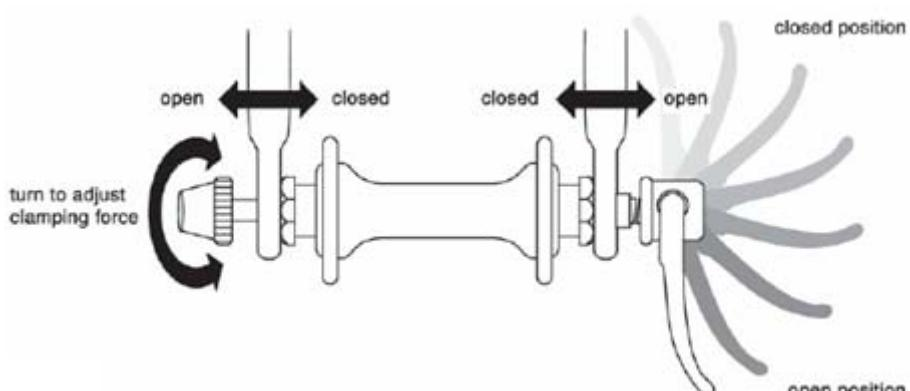

Рис.5
Эксцентриковые зажимы колес используют кулачковый привод для фиксации колеса без инструментов (См. рис.5). Поскольку силу зажима эксцентриков можно регулировать, важно, чтобы Вы понимали механизм их действия, способы их правильного использования, а также чувствовали усилие, которое Вам необходимо приложить для надежного закрепления колеса.
- (3) Придерживая рычаг эксцентрика в положении «Open» (Открыто) одной рукой, другой рукой затяните регулировочную гайку до необходимого значения. (рис.5).
Многие велосипеды GIANT оснащены эксцентриковыми зажимами выноса седла. Они работают по тому же принципу, что и эксцентриковые зажимы колес (См. Раздел 4.А.1), и имеют такую же конструкцию (См. рис.5).